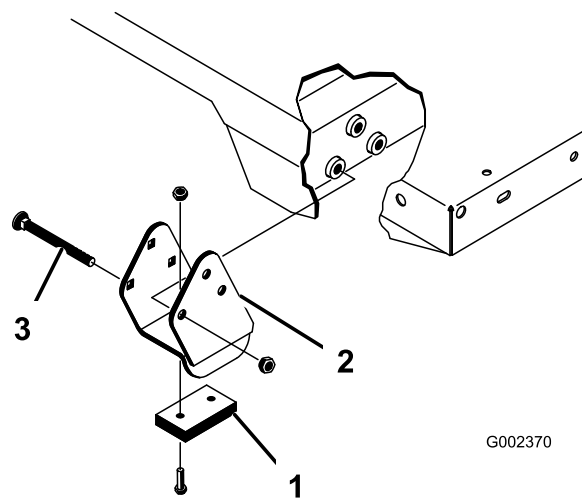

Figura 44
**Nota:** Instale los espaciadores y las pletinas de desgaste (Figura 44) con las cabezas de los pernos de cuello cuadrado dentro de la máquina.
- Coloque la plataforma con cuidado sobre el bastidor de la máquina, alineando los taladros de las placas de giro traseras con los taladros del bastidor e instale 2 pasadores con chavetas (Figura 44).
- Inserte el pasador desde la parte exterior de la plataforma, con la chaveta hacia fuera (Figura 44).